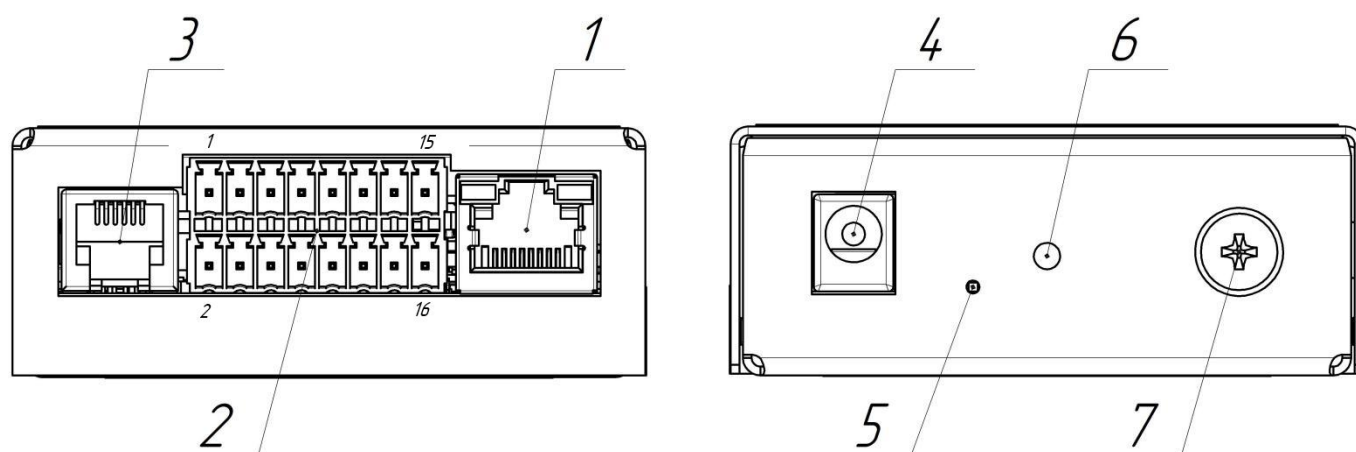

Рисунок 1.3 – Разъемы, индикаторы и органы управления
- основной (далее – AUX1) — через клеммы разъема 2 (Рисунок 1.3)
- дополнительный (далее – AUX2) — через разъем 4 (Рисунок 1.3)